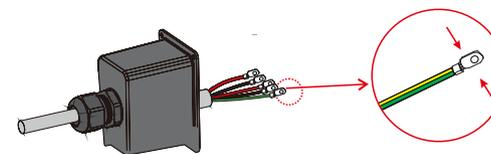

Figura 4.3-5 Instalar terminales de conexión de AC
Paso 3. Instale el terminal de conexión de AC en el cable. Ver figura 4.3-5.